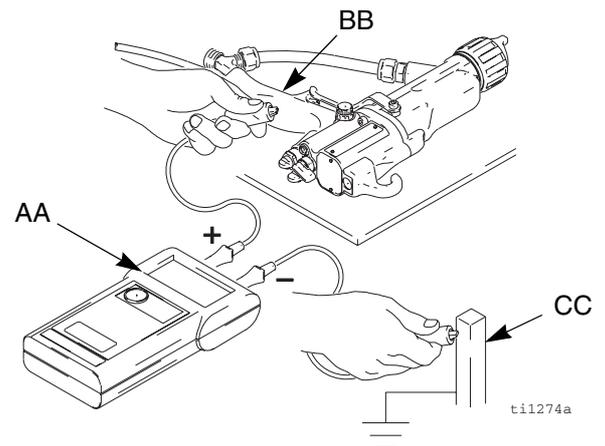

Abb. 4. Pistolenerdung prüfen
Das Megaohmmeter, Teile-Nr. 241079 (AA - siehe Abb. 4) darf nicht in Gefahrenbereichen verwendet werden. Um die Gefahr von Funkenbildung zu verringern, darf das Megaohmmeter nur dann zur Überprüfung der elektrischen Erdung verwendet werden, wenn:
4. Der geerdete Luftschlauch (R) muß angeschlossen sein, und das Erdungskabel des Schlauchs muß mit einer guten Erdleitung verbunden ist.
5. Den Widerstand zwischen dem Pistolengriff (BB) und einer guten Erdung (CC) messen. Die angelegte Spannung muß dabei mindestens 500 V und höchstens 1000 V betragen. Der Widerstand sollte nicht größer als 1 Megaohm sein. Siehe Abb. 4.